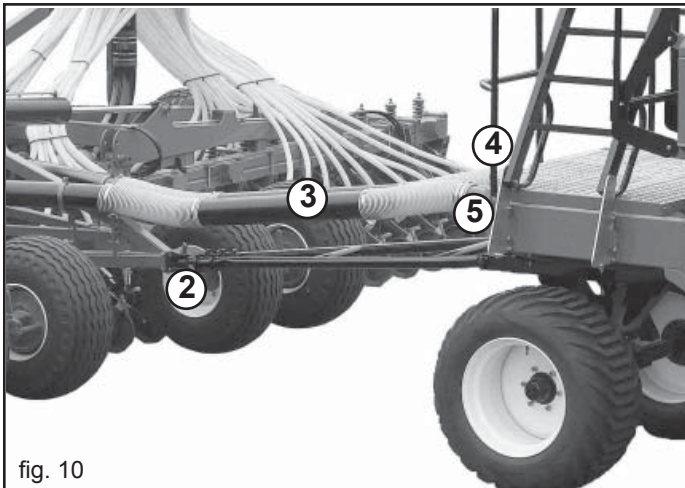

fig. 10
Posteriormente alla seminatrice agganciare l'AIR CART al dispositivo di traino usando le apposite spine di sicurezza (2, Fig. 10), collegare i tubi trasporto seme (3), l'impianto elettrico (4) e l'impianto oleodinamico (5).